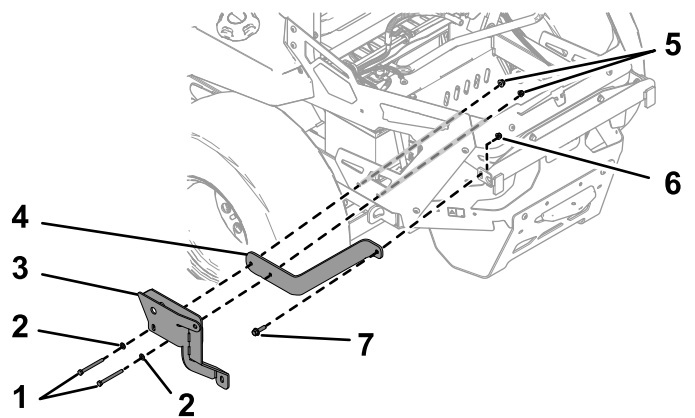

Figure 13
3. Fixez le support de pivot et la patte supérieure gauche sur la protection arrière gauche et le support du système de ramassage à l'aide de 2 boulons à tête hexagonale (5/16 x 3¼ po), 2 rondelles, 2 écrous à embase (5/16 po), 1 boulon à embase (¾ x 1¼ po) et 1 contre-écrou (¾ po), comme montré à la Figure 13.
4. Fixez la patte supérieure droite sur la protection arrière droite et le support du système de ramassage à l'aide de 2 boulons à tête hexagonale (5/16 x 3¼ po), 2 rondelles, 2 écrous à embase (5/16 po), 1 boulon à embase (¾ x 1¼ po) et 1 contre-écrou (¾ po), comme montré à la Figure 13.